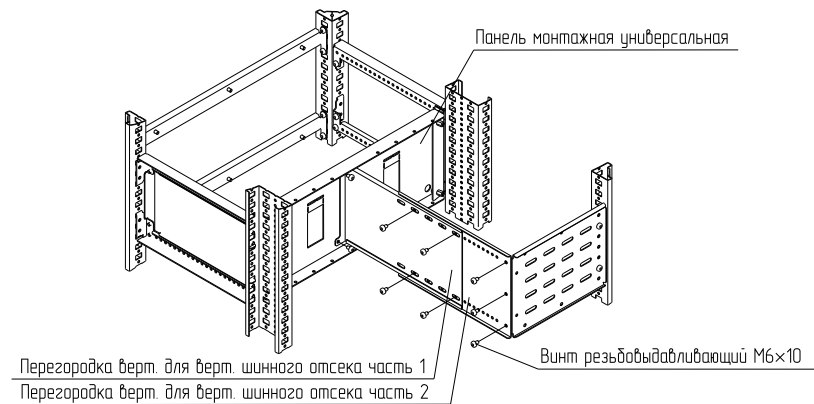

Рисунок 5
4.1.5 Раздвинуть перегородку секционирования вертикальную шинного отсека на нужное расстояние и закрепить винтами М6×10 (рисунок 5). Момент затяжки – 7 Н·м.